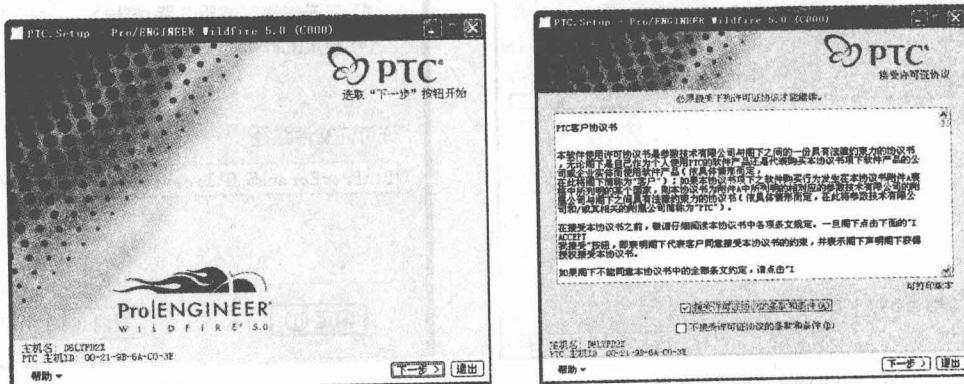

图 1-3 安装界面(一)
(2) 更改许可证文件：经过一段时间会出现图 1-3(a)所示画面，注意在左下角的本主机的物理地址，更改 d 盘中的许可证文件“license.dat”中的“00-00-00-00-00-00”为本机物理地址“00-21-9B-6A-C0-3E”并保存。
(3) 单击【下一步】按钮，对话框自动切换到“接受许可证协议的条款和条件”界面，勾选对话框中的“接受许可证协议的条款和条件”项，如图 1-3(b)所示。